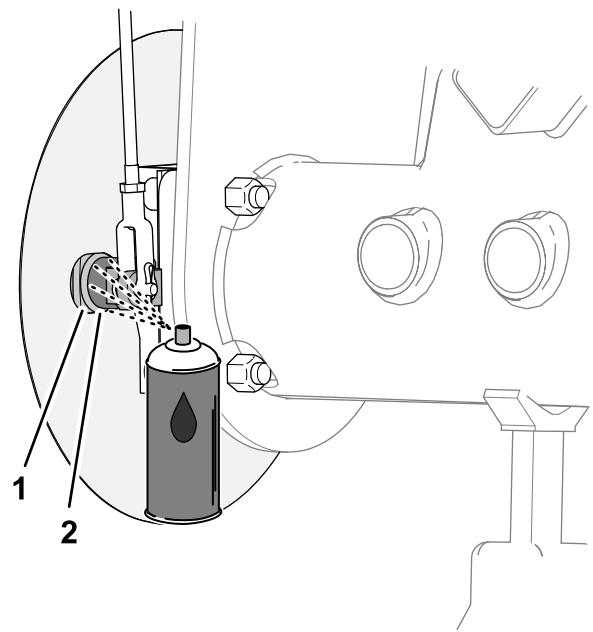
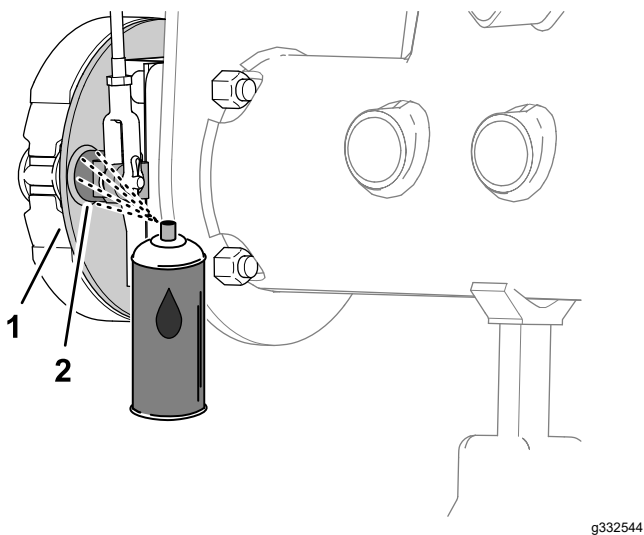

図 68
図 67
1. ブレーキのバックングプレートの機体中心側ガラスシールド非装着車の場合または、ホイールシールドの機体中心側ガラスシールド装着車の場合に、ブレーキのカムシャフトとバックングプレートとの間に浸潤性のオイルをスプレーする 図 67 または 図 68。